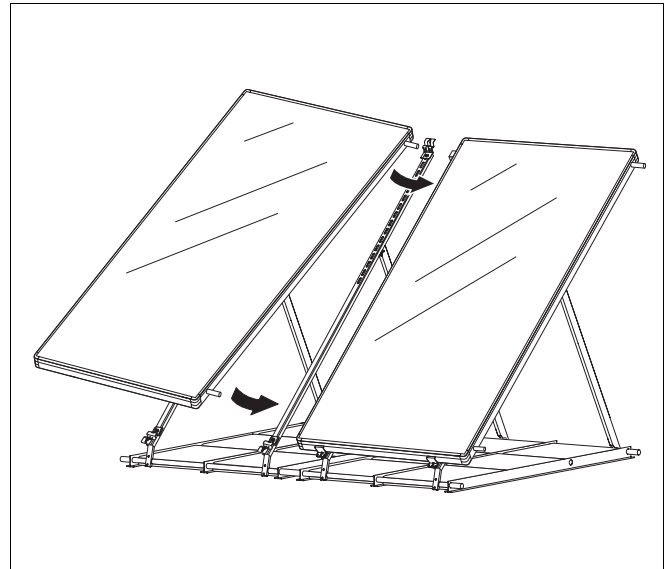

Fig. 39 Colocar o segundo colector, apertar as abraçadeiras de mola
- ▶ Ao colocar o colector seguinte, empurre as mangueiras solares previamente montadas sobre as ligações do colector já montado (Fig. 39).